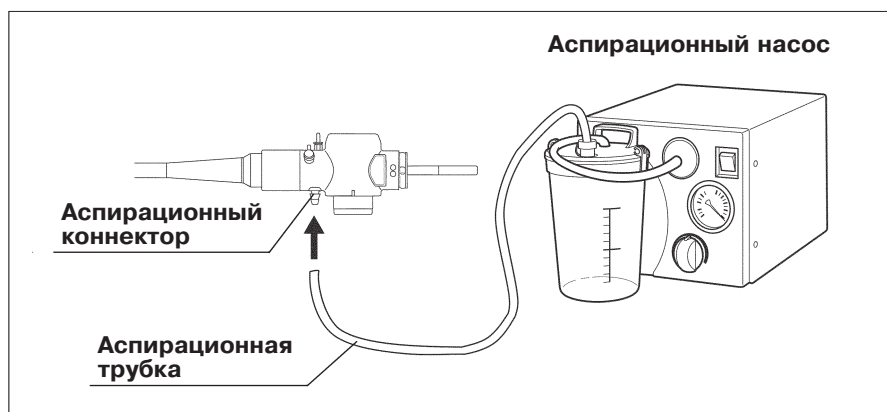

Рис. 3.15
10. Присоедините аспирационную трубку от насоса к аспирационному коннектору на коннекторе эндоскопа (см. рис. 3.15).